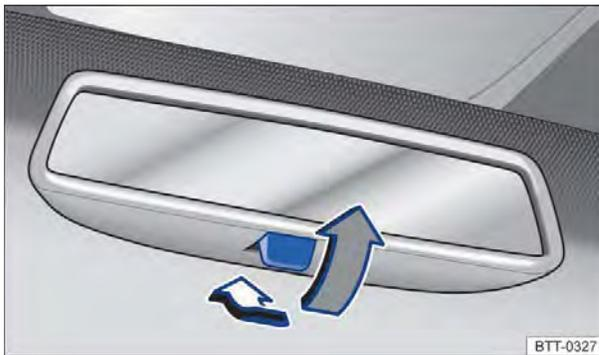

Fig. 96 No para-brisa: espelho retrovisor interno com antiofuscante manual.
- Para evitar o ofuscamento, puxar a alavanca para trás \Rightarrow Fig. 96.